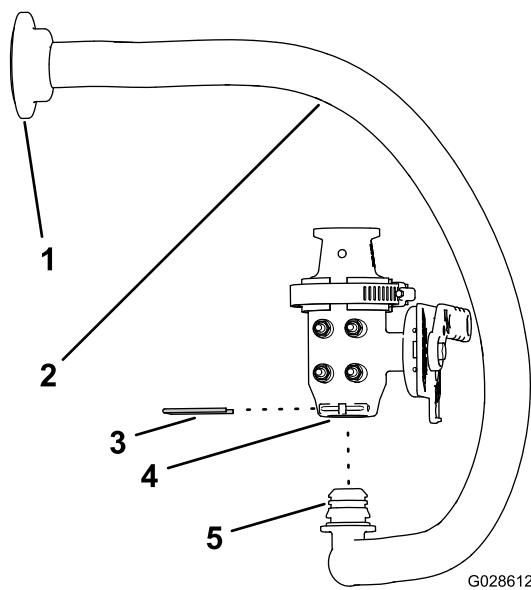

Figura 18
- 3. Monte o cotovelo 90° do tubo de alimentação do misturador na porta inferior da válvula do misturador (Figura 18).
4. Fixe o cotovelo à válvula com a fixação (Figura 18).